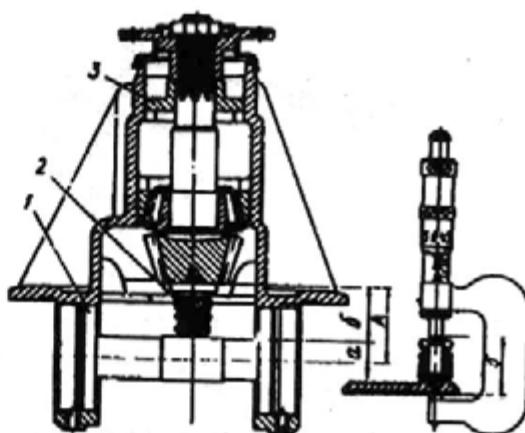

Рис. 155. Определение монтажного размера А в картере редуктора:
4. Установите крышки подшипников дифференциала на свои места в соответствии с метками, вставив предварительно оправку 1 (рис. 155). Затяните болты крышек подшипников дифференциала моментом 68–75 Н·м (6,8–7,5 кгс·м), затем с помощью микрометрической стойки 2, перемещаемой по торцу ведущей шестерни, замерьте расстояние «б» до оправки. Снимите крышки подшипников дифференциалов, выньте оправку и веду-